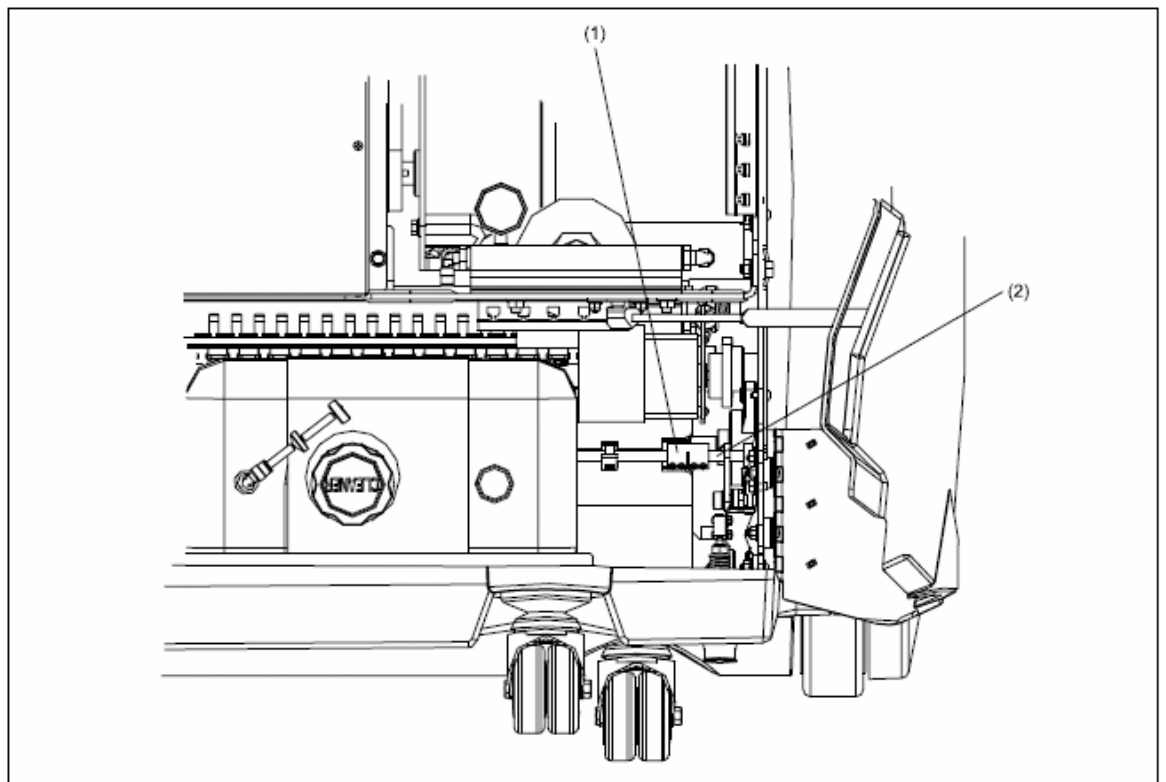

Figure 5-19. Collier
(4) BROSSE DU BUFFER
(5) ARBRE DES ROUES ARRIERES
13. Situez le collier, côté quille 10, dans le compartiment de huilage (situé directement sous le moteur du rouleau de dispersion) qui maintient les deux côtés de l'axe de relevage de la brosse. Référez-vous à la Figure 5-19.